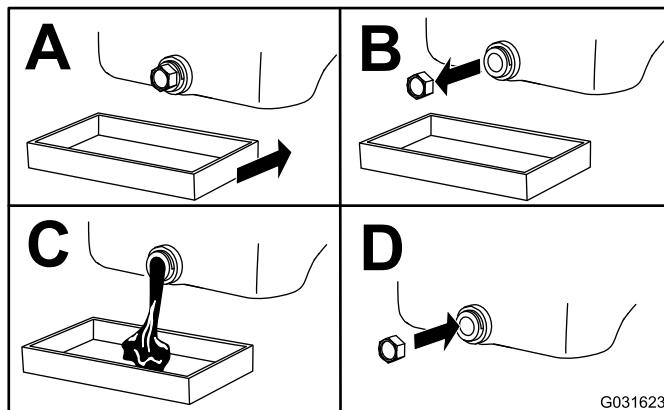

Рисунок 47
3. Замените масло в двигателе, как показано на Рисунок 47.